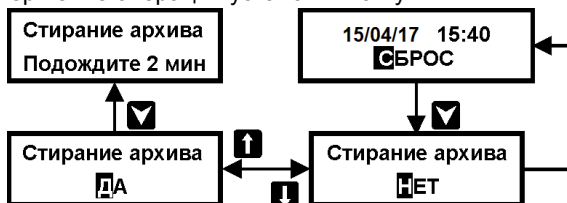

Рисунок 14 – Порядок действий по сбросу архивной и итоговой информации
1. Установить кнопками **↑** или **↓** пункт меню 1-ого уровня **СБРОС** (см. рисунок 14);